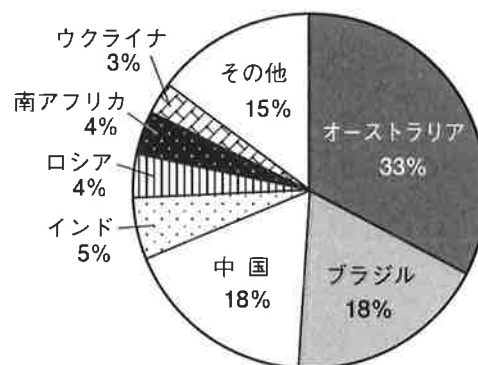
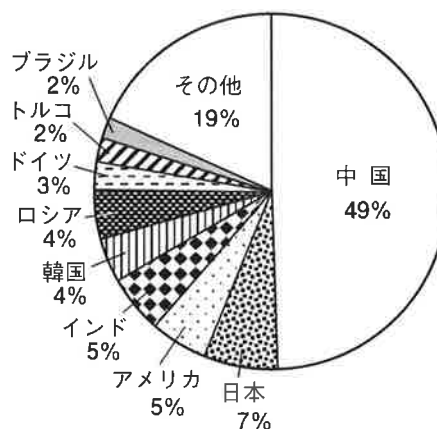

図5. 鉄鉱石の産出国の割合 (2014年)
図6. 鋼鉄の生産国の割合 (2014年)
- (1) 桐子さんとお母さんの会話の中で、下線部①では鉄の原料となる鉄鉱石が「世界中から産出される」とありますが、**図5**のグラフを見ると、上位7カ国でその多くを産出していることがわかります。この7カ国だけで全体の約何%を産出していますか。
- (2) **図5**、**図6**のグラフから日本についてわかることは何ですか。
- (3) 下線部②で、鋼鉄の強くて硬い性質を利用して、私たちの生活の中ではどのようなところに鋼鉄が使われていますか。その例を2つあげなさい。
- (4) 下線部③で、鉄を骨組みのようにしてコンクリートの中に入れると、なぜ腐食を防ぐことができるのですか。
- (5) 下線部※で、「ものが燃えるためには酸素が必要」とありますが、燃えた後にはある気体が発生します。その気体とは何ですか。また、その気体が大量に発生することによってどのような問題が起こっていますか。